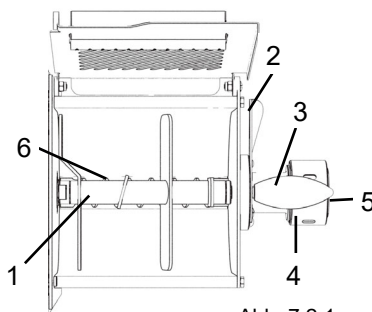

Abb. 7.2.1
1. Die Schaufel „1“ in die in Abb. 7.2.1 gezeigte Position bringen.
Die Position der Schaufel muss wie in Abb. 7.2.1 gezeigt sein, sonst kann sie **nicht** entnommen werden.